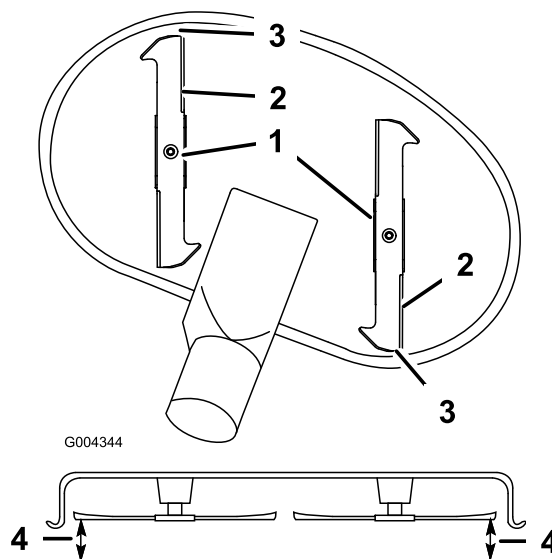

Bild 55
9. Stellen Sie die Schnitthöhe auf die Stellung **D** (76 mm) und drehen Sie die Messer vorsichtig, sodass sie nach vorne und hinten zeigen (Bild 55).
10. Messen Sie zwischen der Messerspitze vorne und hinten und der ebenen Fläche (Bild 55). Stellen Sie, wenn die vordere Schnittmesserspitze nicht um 1,6 bis 7,9 mm tiefer liegt als die hintere, die vorderen Sicherungsmuttern ein.